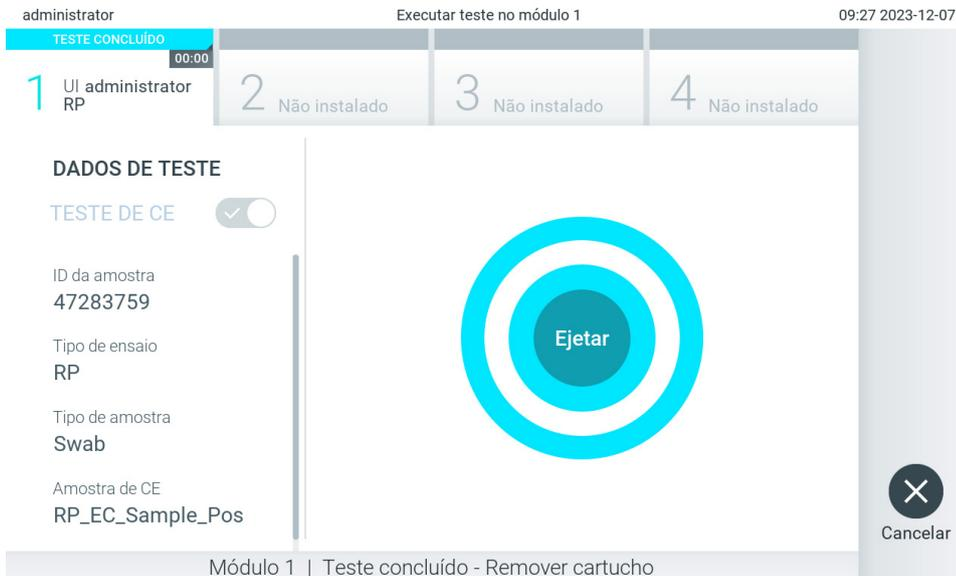

Figura 99. Exibição da tela Eject (Ejetar).
11. Após a conclusão da execução do teste, a tela Eject (Ejetar) será exibida (Figura 99). Pressione  Eject (Ejetar) na tela sensível ao toque para remover o cartucho de ensaio QIAstat-Dx e descartá-lo como resíduo perigoso em conformidade com todas as leis e regulamentos de saúde e segurança locais, estaduais e nacionais.